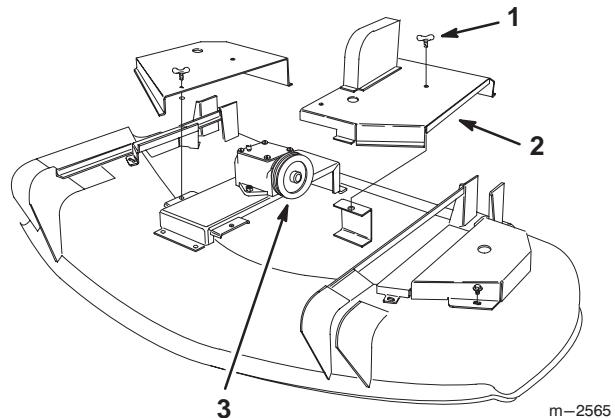

Bild 4
1. Drehen Sie die beiden Flügelbolzen auf der linken mittleren Schneidwerkabdeckung um 1/4 Umdrehung entgegen dem Uhrzeigersinn. Entfernen Sie die linke mittlere Schneidwerkabdeckung, um die Getriebeeingangs-Riemenscheibe freizulegen (Bild 4).
- Bringen Sie die linke mittlere Schneidwerkabdeckung wieder an und drehen dann die beiden Flügelbolzen um eine viertel Umdrehung im Uhrzeigersinn, um die Abdeckung am Schneidwerk abzusichern (Bild 4, Seite 7).